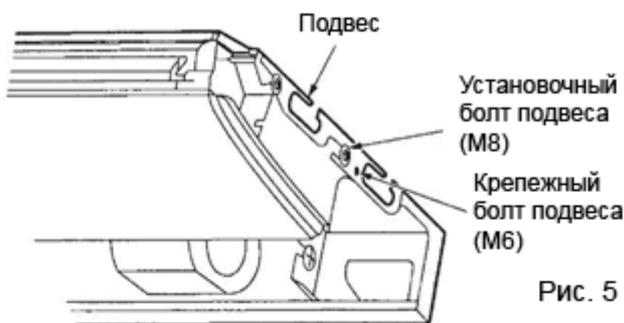

Рис. 5
Открутите два крепежных болта подвеса (M6) с задней стороны блока. Снимите подвес, потянув его в направлении назад (см. рисунок 5).
Перед тем, как окончательно закрепить блок, отрегулируйте расстояние от него до потолка (см. рисунок 5).
6. Плотнo затяните оба установочных болта подвеса (M8). (см. рисунок 5)
7. Плотнo затяните оба крепежных болта (M6), чтобы внутренний блок был закреплен неподвижно (см. рисунок 5).